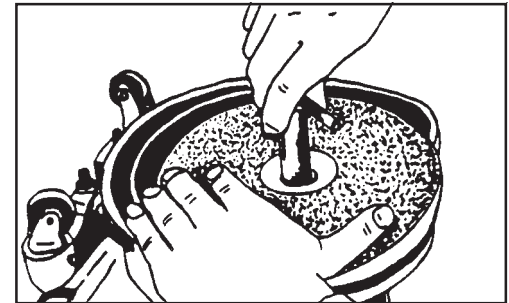

Figura 4
2. Centre el abrasivo sobre la almohadilla e instale el retén del abrasivo y tornillo. Apriete el tornillo. Consulte la figura 4.